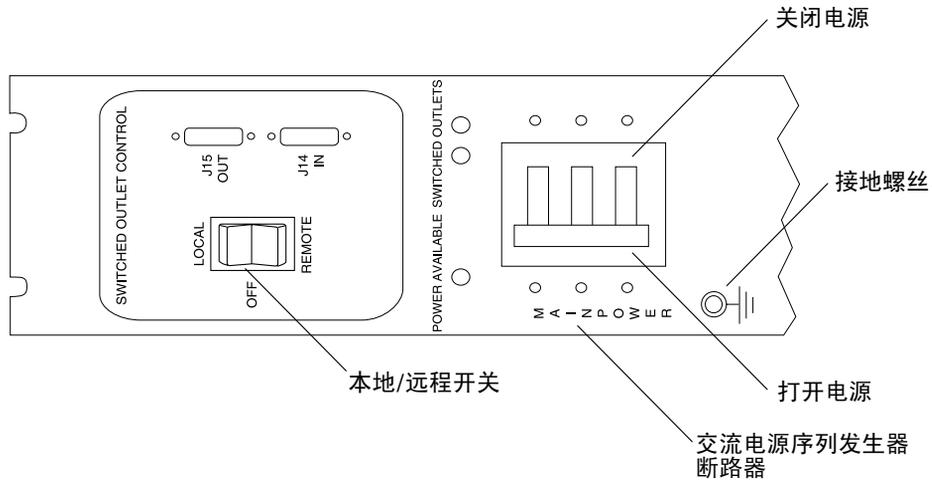

图 B-8 交流电源序列发生器控制面板
6. 在基本扩充机柜和任何扩充机柜的前下方和后下方，将 Local/Off/Remote 开关推到 Remote 位置（图 B-8）。
7. 在基本系统机柜的前下方和后下方，将交流电源序列发生器的断路器推到 On 位置（图 B-8）。